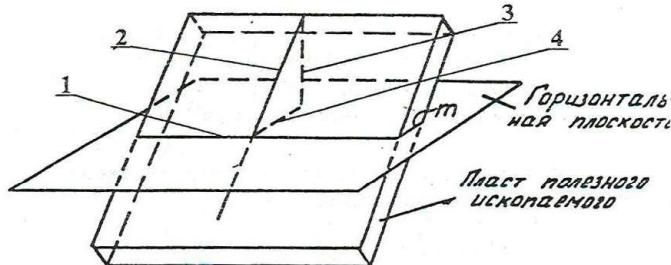

Рис. 1.33
31. На рис.1.33 изображены элементы залегания месторождения, укажите линию простирации.